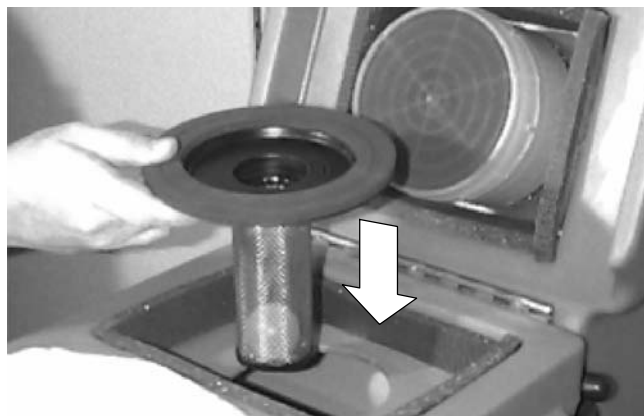

図 10
2. 本機には、汚水回収タンクが満水状態になったときに自動的に水の吸引を停止するためのフロートスクリーンが装備されています。バキュームシステムの破損を防ぐため、吸引が停止された場合は、すぐに汚水回収タンクを空にしてください。(図10)